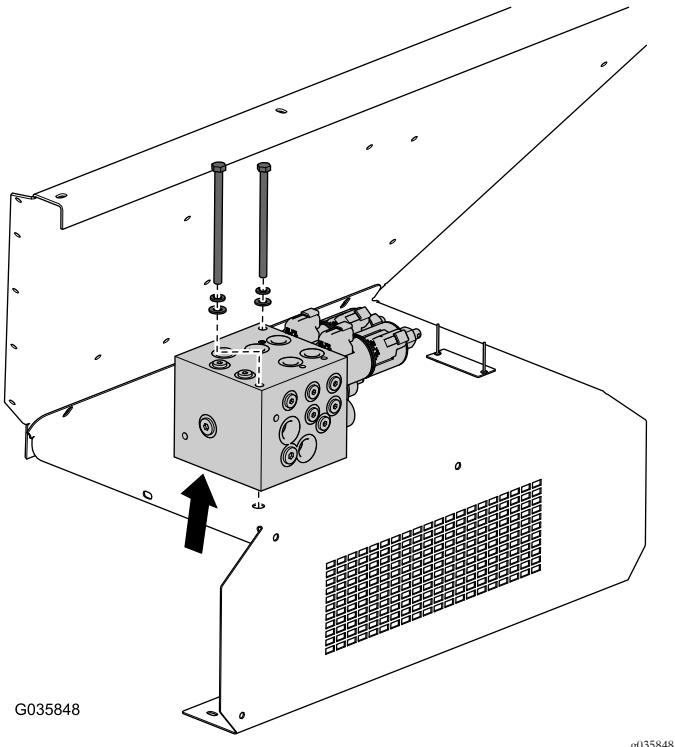

Рисунок 5
- Снимите болты и шайбы с блока коллектора и сохраните их для установки на более позднем этапе (Рисунок 5).
3. Поднимите коллектор с брызговика только на такую высоту, чтобы снять имеющийся брызговик (Рисунок 5).